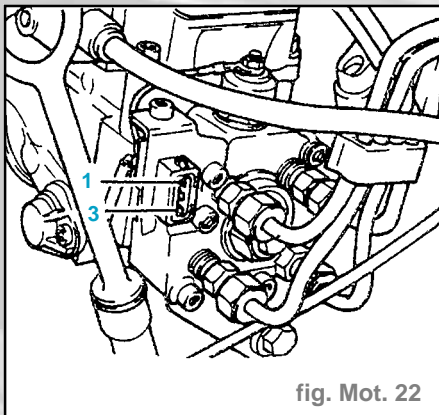

fig. Mot. 22
- Effectuer une mesure de la résistance avec le multimètre à main **V.A.G 1526** entre les contacts **2 et 3** (fig. Mot. 22).